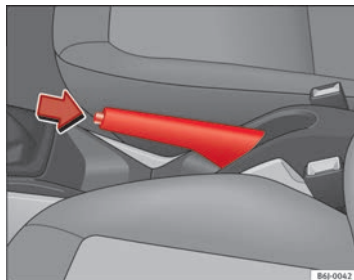

Fig. 111 Il freno a mano, ubicato tra i due sedili anteriori
⇒ fig. 111.
- Tenendo premuto (nella direzione indicata dalla freccia ⇒ fig. 111) il tasto di sblocco, spostare prima la leva leggermente verso l'alto e poi abbassarla del tutto ⇒ ⚠.